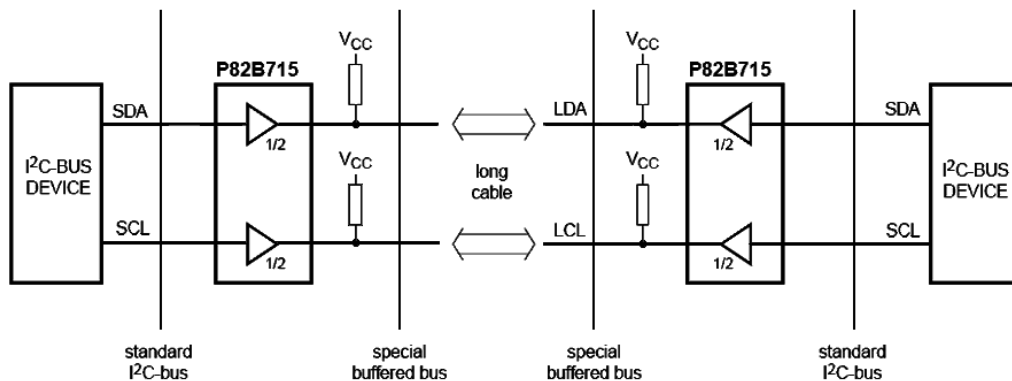

Bild 4.11: Anschlusschema des Busextenders P82B715
- Unterstützt die bidirektionale Datenübertragung von I2C-Bus-Signalen (Bild 4.11)